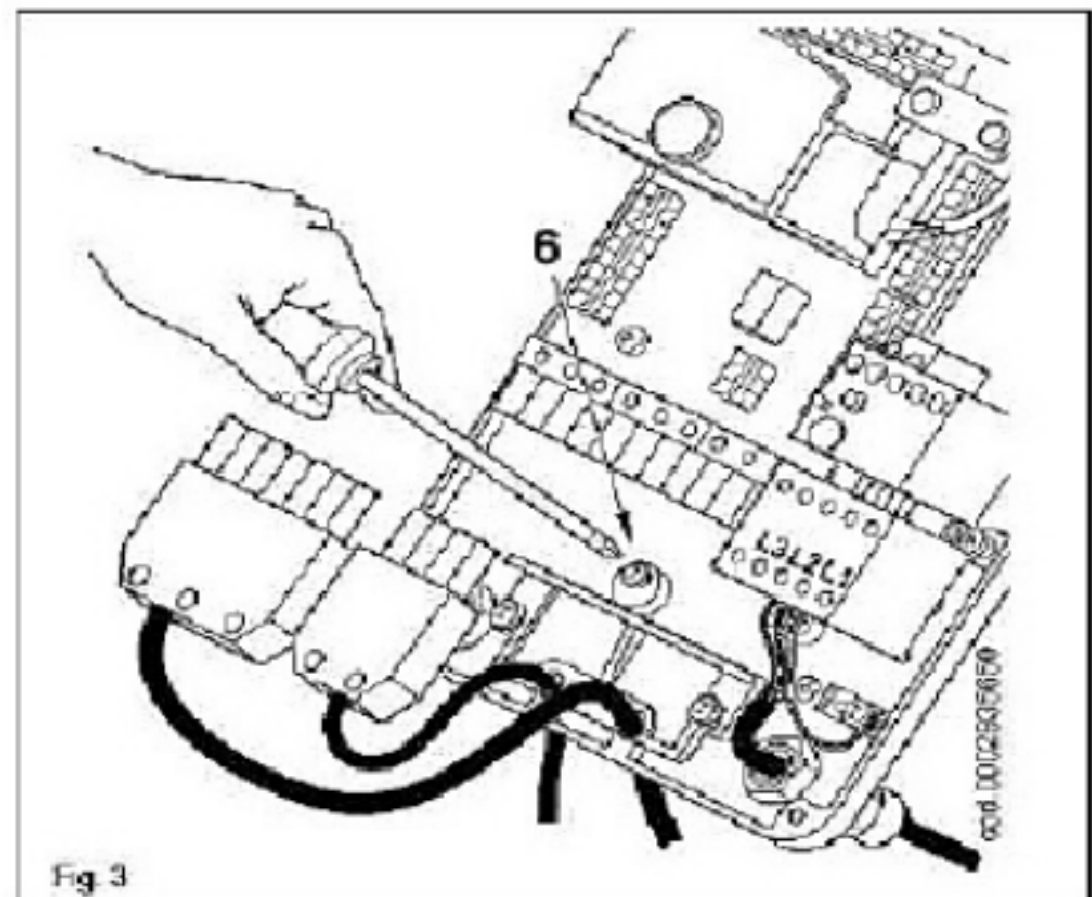

Fig. 3
- 如Fig3所示，将电缆压板3放回原位，旋转凸轮6，使压板压紧两根电缆，然后，插上七孔插头和四孔插头。